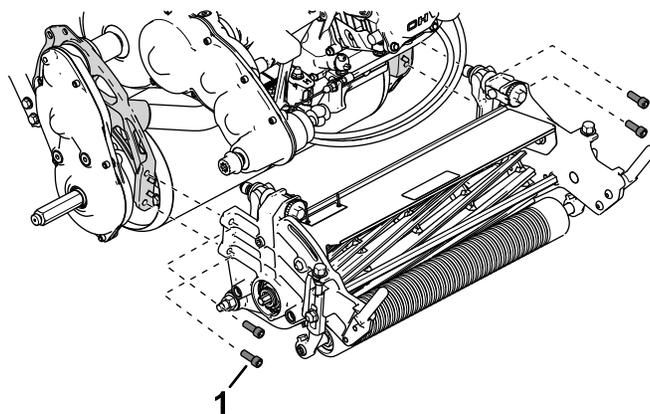

図 44
5. ソケットヘッドねじ4本でカッティングユニットをフレームに固定する 図 44。